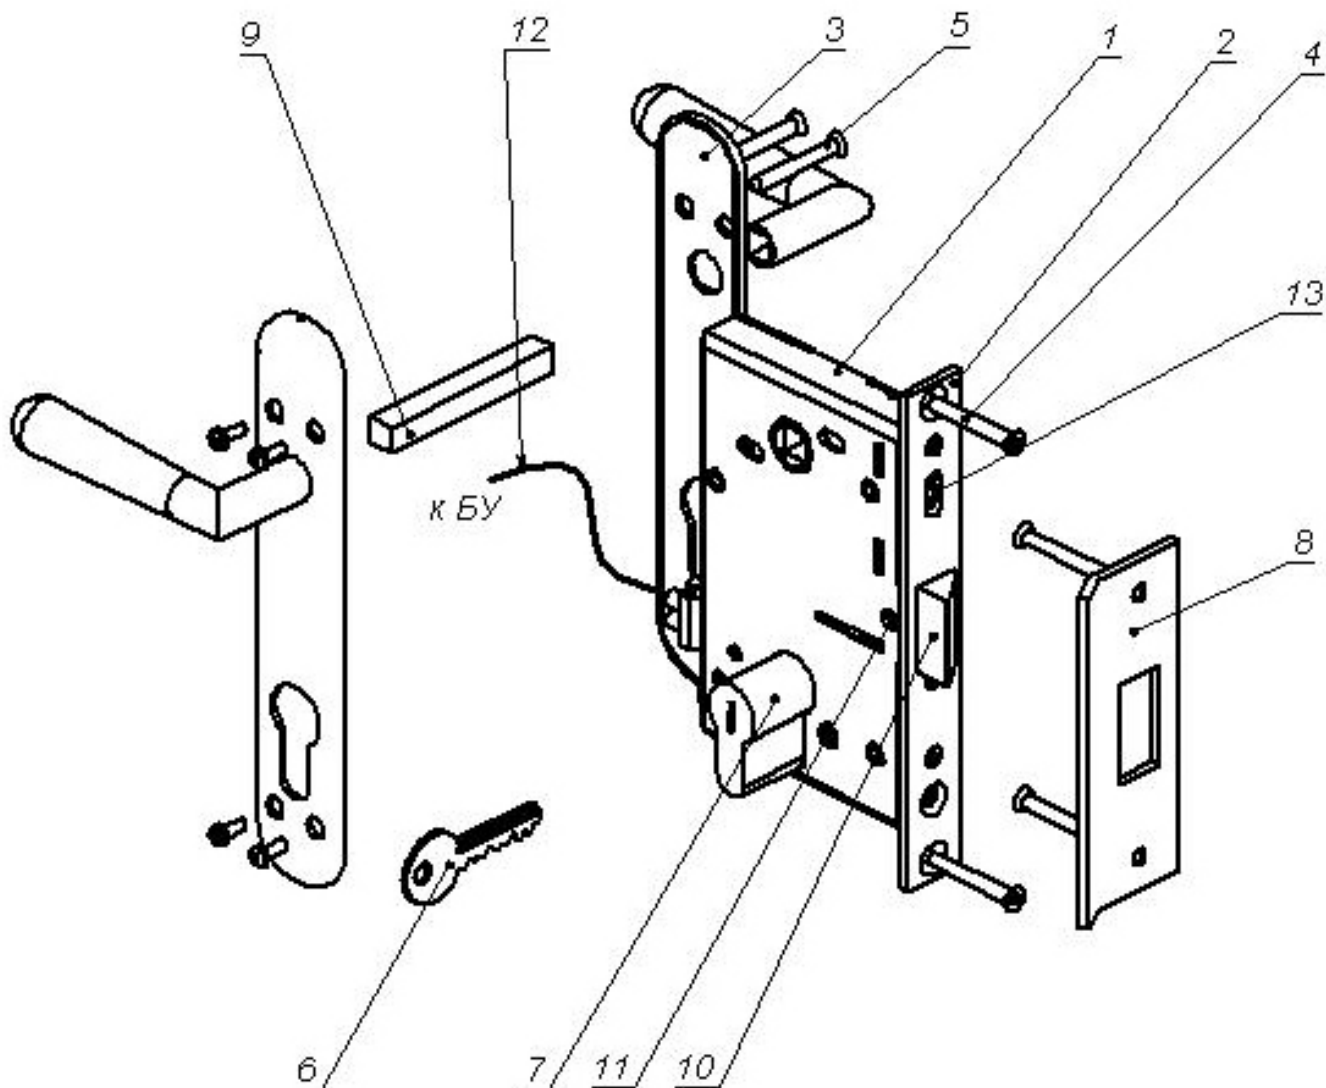

Рис.1 Состав и внешний вид замка.
Состав и внешний вид замка показаны на рис.1.
Монтаж замка на двери следует производить в следующем порядке (см. рис.1)
- вывинтите полностью установочный винт 11 ключом шестигранным S2,5 (рис.1);